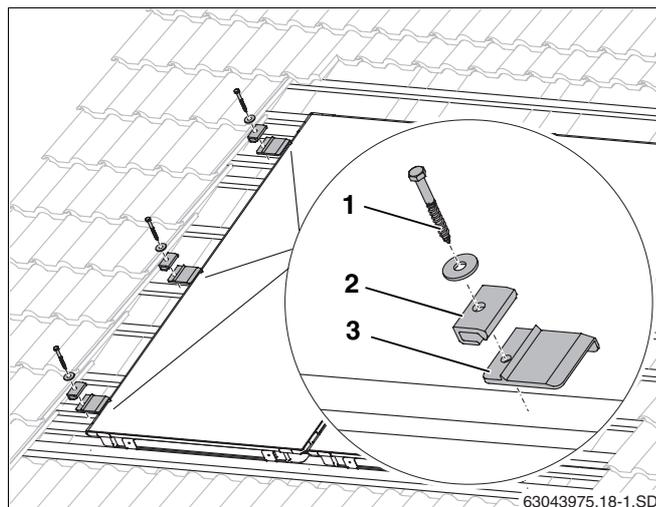

Fig. 30 Monter le serre-flanc gauche
- Soulever légèrement le capteur gauche et glisser les supports gauches (fig. 30, **pos. 3**) sur les 2^{ème} et 3^{ème} lattes supplémentaires ainsi qu'au milieu du capteur sur une latte existante sous le capteur de manière à ce que le rehaussement pousse contre le bord du capteur.
- Pour la vis (fig. 30, **pos. 1**) préperforer avec une mèche de 4 mm.
- Fixer les serre-flancs unilatéraux (fig. 30, **pos. 2**) avec une vis 6×40 (fig. 30, **pos. 1**) et une rondelle plate (utiliser une clé SW 10).